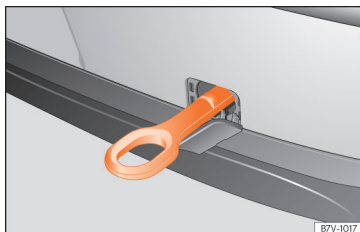

Abb. 57 Auf der rechten Seite des hinteren Stoßfängers: eingeschraubte Abschleppöse.
Die Abschleppöse wird in die hinter einer Abdeckung auf der rechten Seite des hinteren Stoßfängers befindliche Aufnahme eingeschraubt »» Abb. 57.
- Drücken Sie auf den oberen Bereich der Abdeckung »» Abb. 57 und klinken Sie diese aus.
- Drehen Sie die Abschleppöse **entgegen dem Uhrzeigersinn** in die Aufnahme bis zum Anschlag »» ❶. Verwenden Sie ein geeignetes Hilfsmittel, um die Abschleppöse festzuziehen.